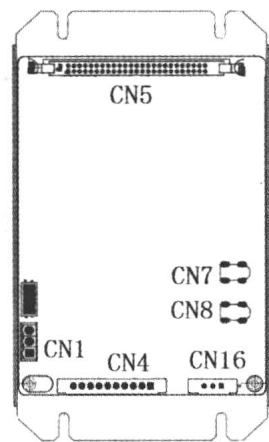

图 1-7 HIO-100 模块式总线 I/O
(2) HIO-100 模块式总线 I/O 单元 如图 1-7 所示,用于 HNC-808e 数控系统远程 I/O 单元。